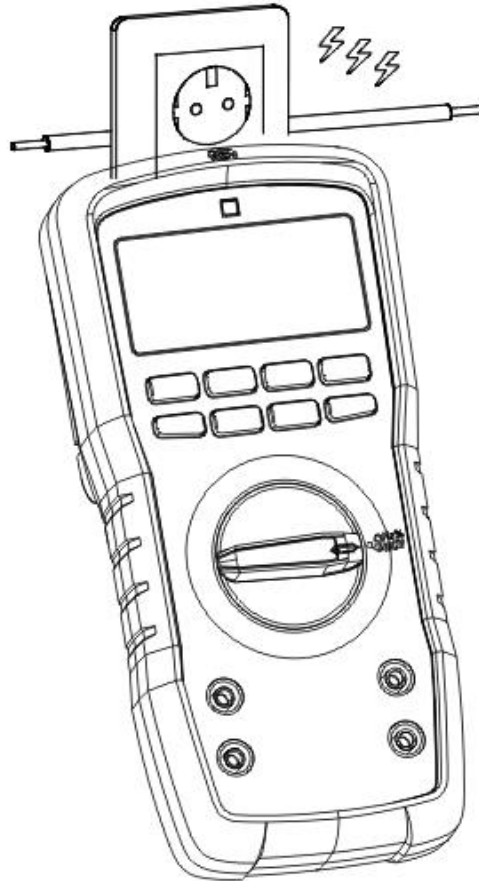

Abbildung 18
15. NCV (Berührungslose AC-Spannungserfassung) (Abbildung 18)